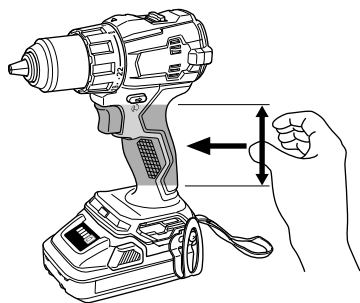

图 1
2. 操作期间，确保紧紧握住工具把手。否则可能会导致事故或伤害。（图 1）